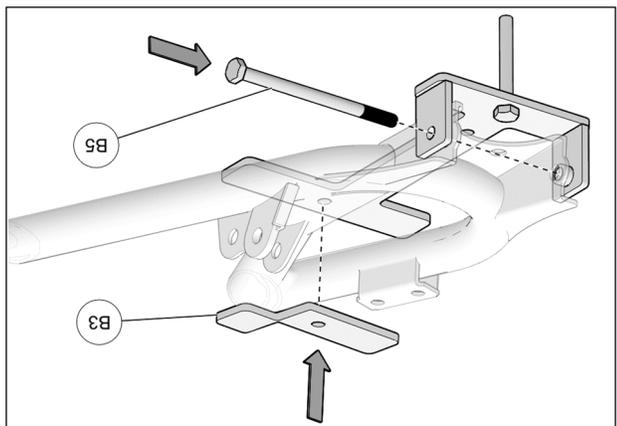

Fig. 8
7. Insérer le nouveau boulon M10x150mm (B5) à travers l'ancrage, le bras de suspension et le moyeu de roue. Placer le couvercle d'ancrage (B3) sur le bras de suspension. Voir la Fig. 8